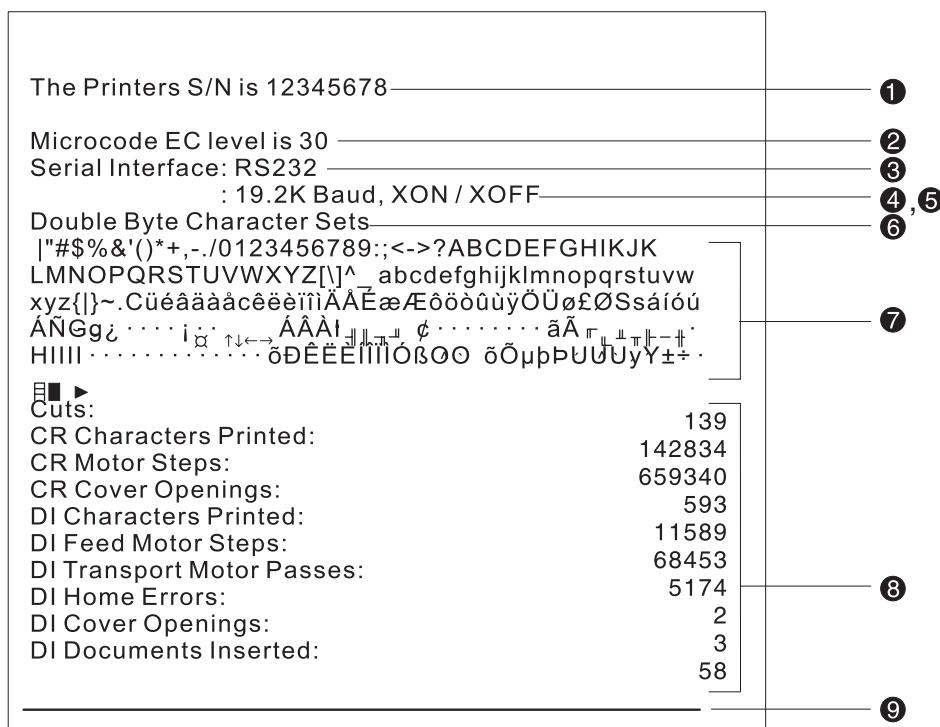

图 26. 顾客收据站的脱机打印机测试模式 (型号 TI5 和 TG5)
3. 请参阅第 55 页的图 26 并根据方式和配置验证打印机打印了正确的信息:
如果您打印的测试方式缺少在第 55 页的图 26 中显示的任何字符, 或者缺少实线, 请转至第 56 页的『问题确定』。
4. 请参阅第 55 页的图 26 并根据方式和配置验证打印机打印了正确的信息:
如果您打印的测试方式缺少在 第 55 页的图 26 中显示的任何字符, 或者缺少实线, 请转至第 56 页的『问题确定』。